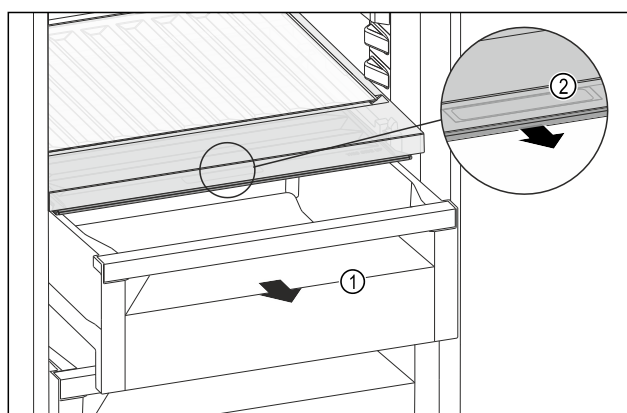

Fig. 118
- Schuifvak Fig. 118 (1) uittrekken.
- Greeplijst Fig. 118 (2) op het vakdeksel vastpakken en het vakdeksel gelijktijdig naar voren trekken.